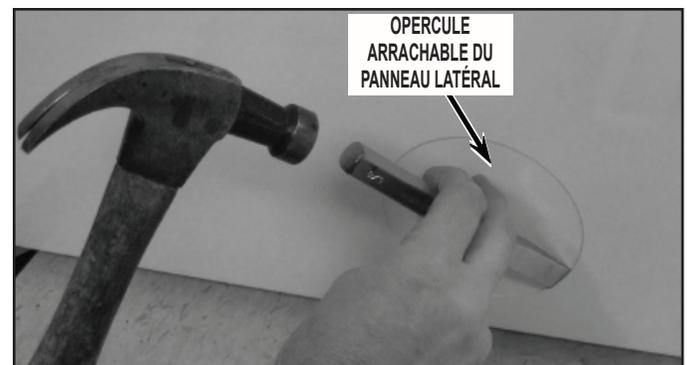

FIGURE 32
- Utiliser une perceuse avec un foret de 1/8" ou bien un burin et un marteau pour enlever uniquement l'opercule arrachable de l'orifice arrière. Éliminer les six (6) pattes de retenue autour de l'opercule arrachable; voir la *Figure 32*.